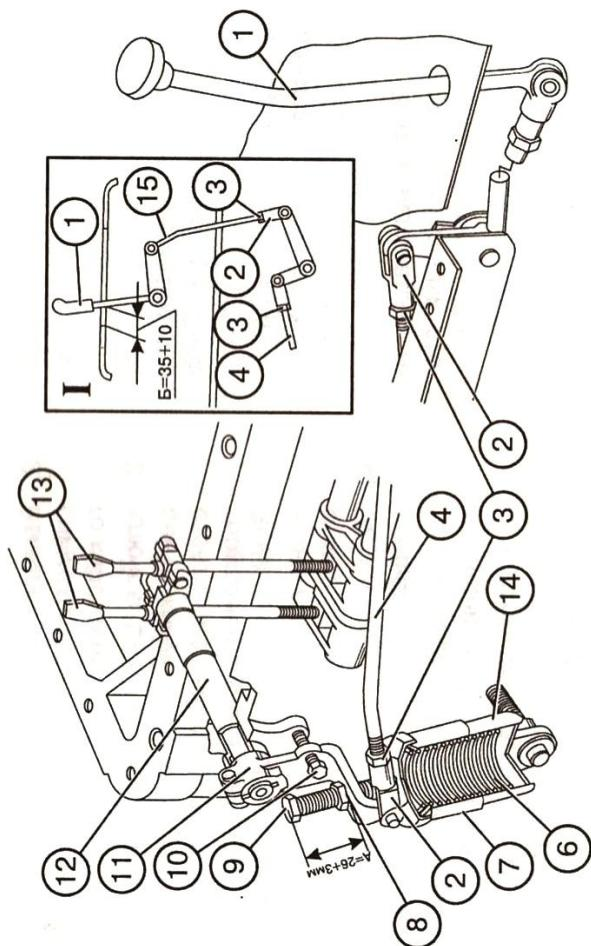
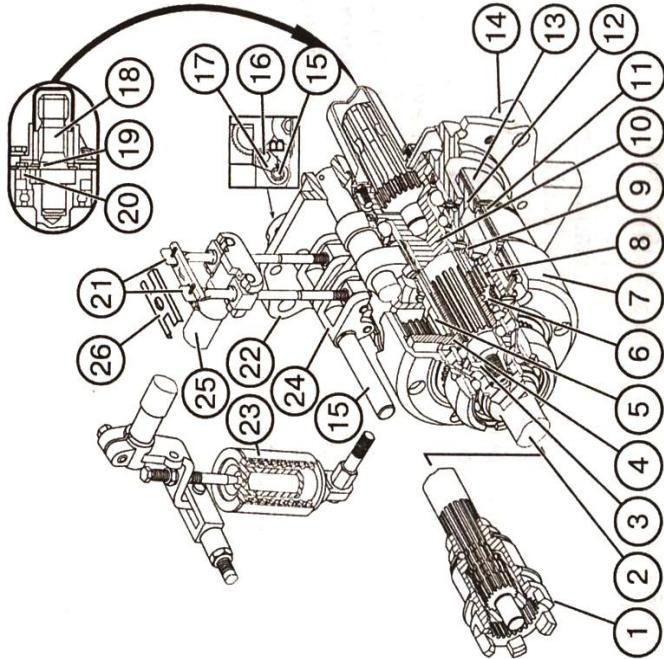

Рис. 55 Управление задним ВОМ:
Рис. 56 Планетарный редуктор заднего ВОМ:
1. Установите эксцентриковую ось 15 (рис. 56) в исходное положение, чтобы лыска "В" находилась справа вертикально и зафиксируйте стопорной пластиной 17 и болтом 16;
2. Отсоедините тягу 4 (рис. 55);
6. Снимите стопорную пластину 26 (рис. 56), заверните винты 21 до отказа усилием 10 кгс на ключе или плоскогубцах длиной 100 мм (моментом 1 кгс·м), а затем отверните каждый винт на 2-2,5 оборота;
7. Удалите болт (стержень) 10 (рис. 55), удерживающий рычаг 11 в исходном для регулировки положении;
10. Установите тягу 4, регулировкой тяг 4 и 15 установите зону качания рычага 1 в средней части прорези пульта управления. После окончания регулировки установите на место стопорную пластину 26, крышку люка заднего моста, законтрите тяги 4 и 15 (рис. 55), а также болт 9. В эксплуатации, если:
1. Установите рычаг 11 (рис. 55) в нейтрали, зафиксируйте в этом положении, введя стержень 10 диаметром 8 мм или болт M10Х60 в отверстие на рычаге 11 и соответствующее ему отверстие на корпусе заднего моста;
2. Выверните болт 16 (рис. 56), снимите пластину 17 со шлицевого хвостовика на оси 15;
5. Выньте из рычага 11 (рис. 55) стопорящий болт или стержень. После нескольких наружных регулировок эксцентриковая ось 15 (рис. 56) может занять крайнее левое положение (лыска "В" станет вертикально слева), что указывает на израсходование запаса внешней регулировки. В этом случае эксцентриковую ось поворотом против часовой стрелки установите в исходное положение (лыска справа вертикально), после чего выполните регулировочные операции, как описано выше (при сборке на заводе или после ремонта ВОМ). При правильно выполненной регулировке рычаг 1 (рис. 55) в положении "включено" или "выключено" должен не доходить не менее, чем 30 мм до края прорези пульта управления и четко переходить через нейтральное положение.
На некоторых партиях тракторов возможно отсутствие механизма внешней подрегулировки управления ВОМ (поз. 15, 16, 17 рис. 56).